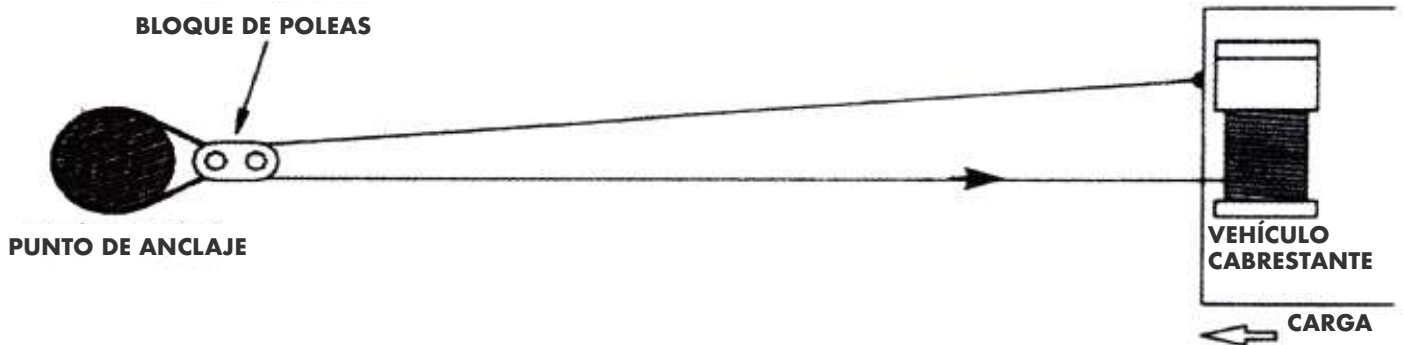

Figura 19
4. La figura 19 ilustra un método de aparejo utilizado para obtener una ventaja mecánica. El uso de un bloque de poleas prácticamente duplica la capacidad de tracción del cable.